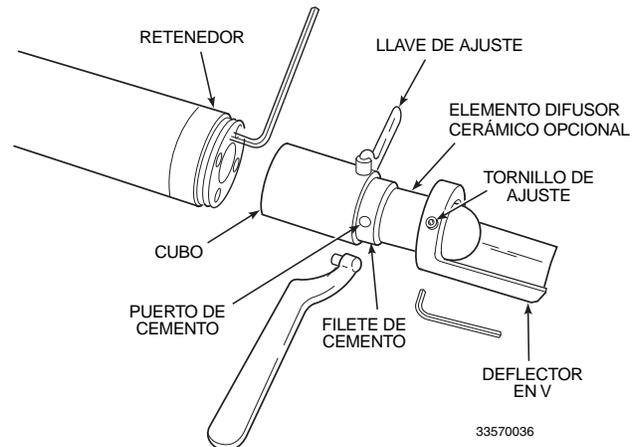

Figura 6-10. Cambio del Elemento Difusor Cerámico
- c. Si el equipo está dotado del ensamblaje difusor cerámico opcional, deberá retirar y cambiar los tornillos de apriete y retirar el deflector en V (Figura 6-10). Utilice las llaves de ajuste del kit de desmontaje de sonda (Tabla 8-1), para que el cubo gire libremente y se suelte del retenedor. Compruebe el estado del elemento difusor. Si está dañado, cámbielo.
2. Aflojar los juegos de tornillos, Figura 6-10, utilizando la llave ajustable del kit de Desmontaje de la Sonda, Tabla 8-1 y quitar el deflector en V. Inspeccionar los juegos de tornillos. Si están dañados, reemplazar con tornillos en acero inoxidable revestidos del compuesto antiagarrotamiento.